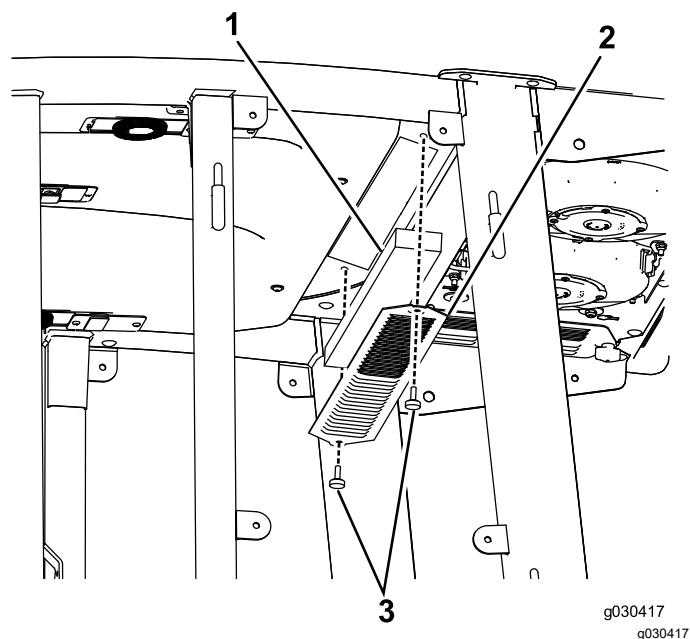
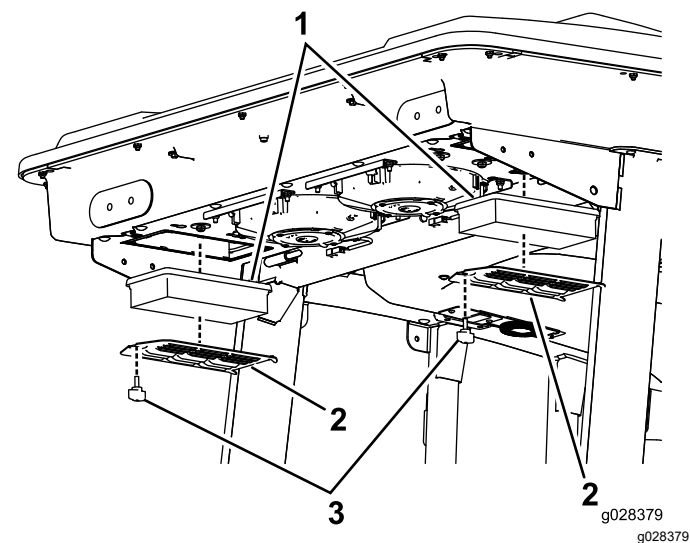
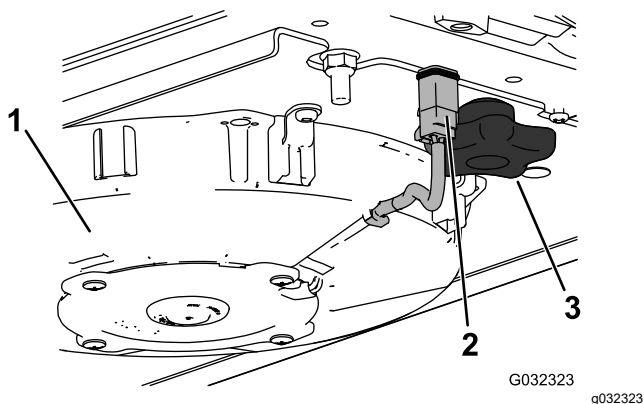

Figura 59
Figura 60
Figura 62
1. Retire los tornillos y las rejillas que cubren el filtro interior y el trasero de la cabina (Figura 59 y Figura 60).
2. Desconecte el cable de cada ventilador (Figura 62).
3. Retire los dos pomos y el conjunto del ventilador (Figura 62).
5. Retire los filtros de aceite (Figura 60).
7. Instale los filtros de aire, la rejilla y el conjunto del ventilador (Figura 60, Figura 63 y Figura 62).
8. Conecte el cable de cada ventilador (Figura 62).